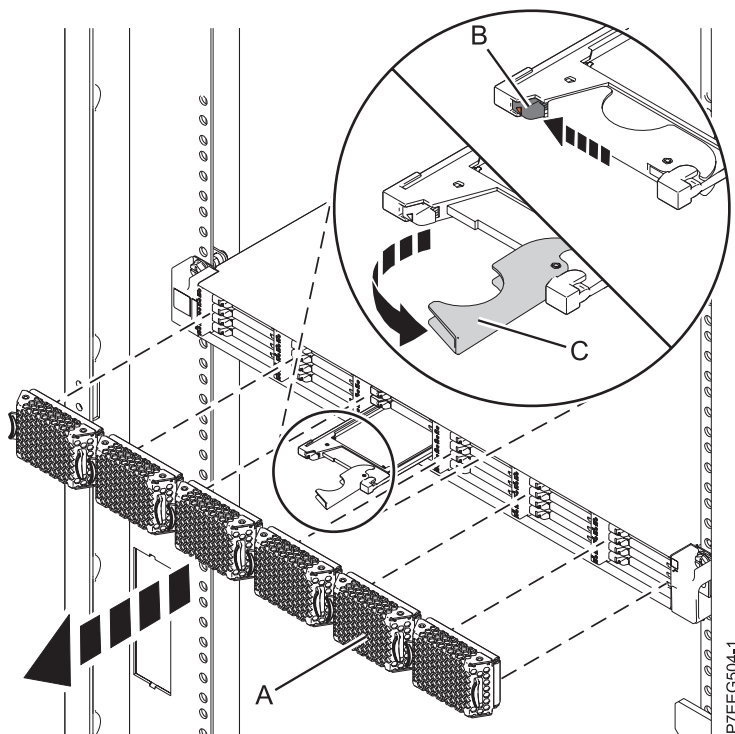

Figure 13. Retrait de l'unité SSD du boîtier de stockage PCIe 58/88
4. Retirez le panneau (A) qui couvre l'emplacement contenant l'unité SSD.
5. Lorsque le voyant d'identification de l'unité SSD s'allume et reste fixe, faites glisser doucement le taquet de déverrouillage (B) pour déverrouiller la poignée de l'unité. Pour plus d'informations, voir figure 13.
6. Saisissez la poignée (C) et tirez partiellement l'unité hors de l'emplacement.